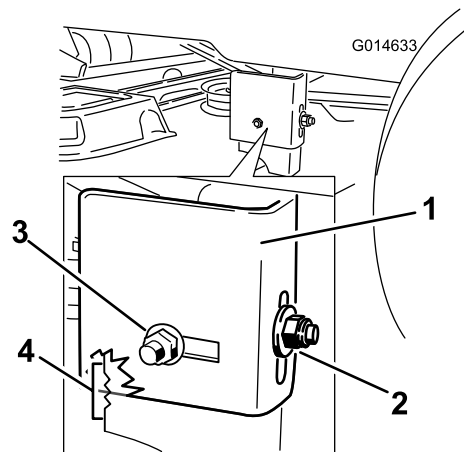

Figura 51
- Solte a porca de bloqueio traseira no suporte de suspensão o suficiente para mover o suporte (Figura 51).
- Pare a plataforma na posição ajustada e aperte a porca de bloqueio traseira no suporte de suspensão para manter a nova posição (Figura 51). Aperte a porca de bloqueio lateral ao suporte de suspensão.